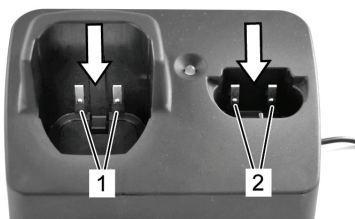

Fig. 22
Una goccia di olio sui pettini superiore ed inferiore è indispensabile per ottenere un buon risultato nella tosa e pure per conservare più a lungo e in ottimo stato la tosatrice (Fig. 22).
- ▶ Lubrifici sufficientemente i pettini durante la tosa (almeno ogni 15 minuti), di modo che non si secchino mai (Fig. 22).